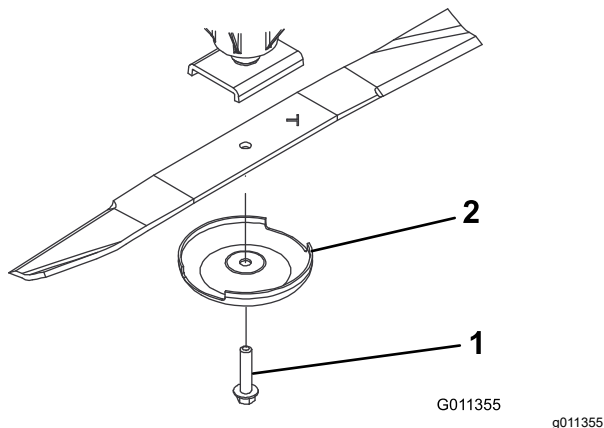

Figura 124
3. Retire del eje de la cuchilla el perno de la cuchilla, el protector de césped y la cuchilla (Figura 124).